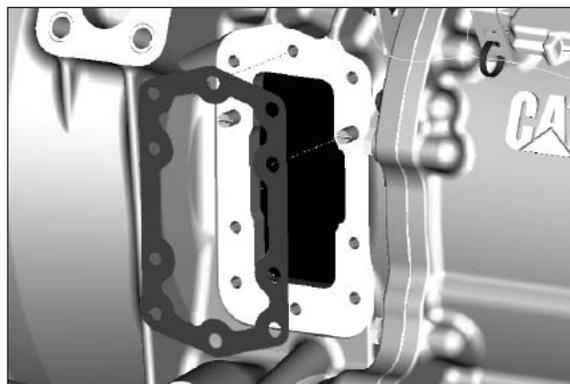

Fig. 4
4. Installare la guarnizione speciale sopra i perni di guida. La superficie con le nervature deve essere rivolta verso l'esterno, verso l'installatore (**fig. 4**).